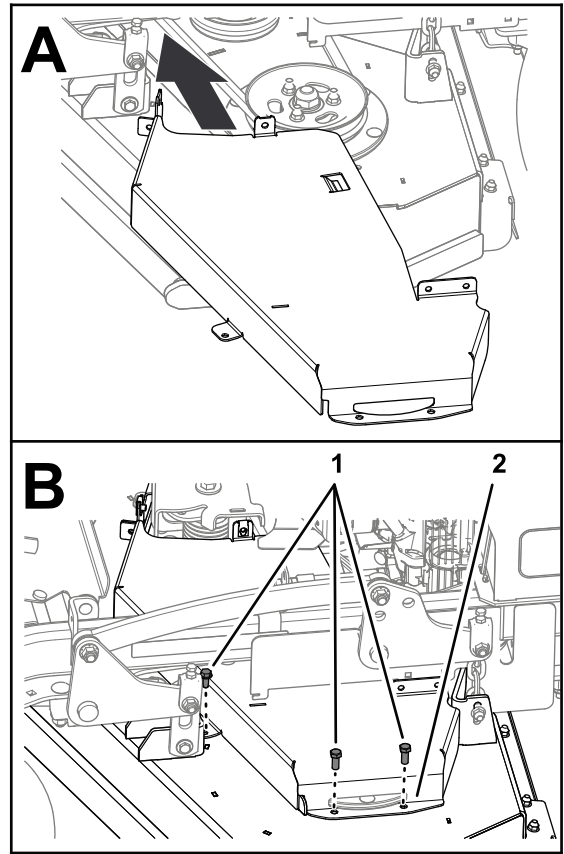

Figure 28
1. Fixez le protège-courroie gauche au plateau (Figure 28) à l'aide des 3 boulons que vous avez retirés sous 3 Dépose du protège-courroie gauche (page 4).